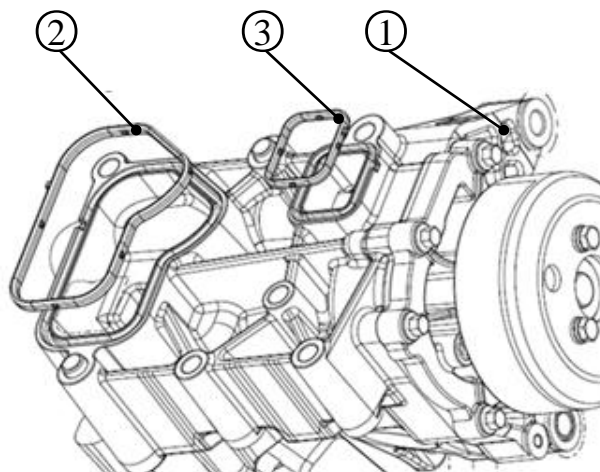

图 L-5 密封圈装配图
- (1)多轴拧紧方法同时将所有螺栓拧紧至规定力矩。
- (2)单套筒扳手拧紧法：按图 L-5 所示顺序拧紧至规定力矩。